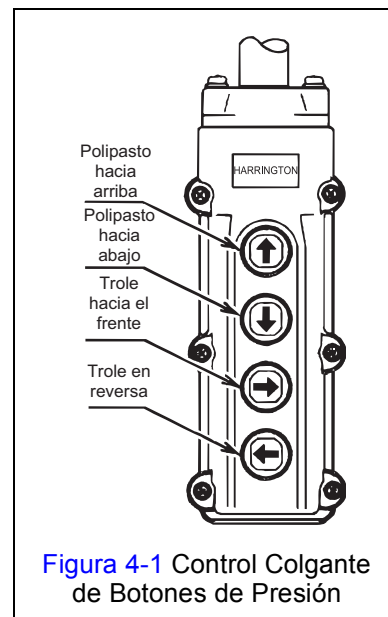

Figura 4-1 Control Colgante de Botones de Presión
- 4.3.1 Control colgante de una sola velocidad – Cuando use el control colgante oprima el botón hacia arriba para levantar el gancho del polipasto o el botón hacia abajo para bajar el gancho del polipasto como se muestra en la Figura 4-1. Oprima los botones hacia delante y hacia atrás para mover el trole horizontalmente. Para detener el movimiento suelte los botones.
- 4.3.2 Control colgante de doble velocidad – Los controles colgantes proporcionados con doble velocidad tienen botones de control de dos pasos. Para la velocidad baja oprima el botón hasta el primer paso y para velocidad alta oprima totalmente el botón hasta el segundo paso. Use el botón hacia arriba para levantar el gancho del polipasto o el botón hacia abajo para bajar el gancho del polipasto como se muestra en la Figura 4-1. Oprima los botones hacia delante y hacia atrás para mover el trole horizontalmente. Para detener el movimiento suelte los botones.